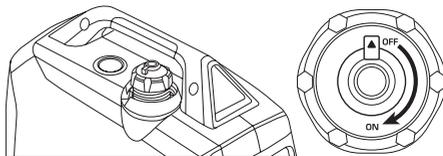

Fig. 2
3. Ouvrez l'évent du bouchon de réservoir de carburant en position ON. (Fig. 2).